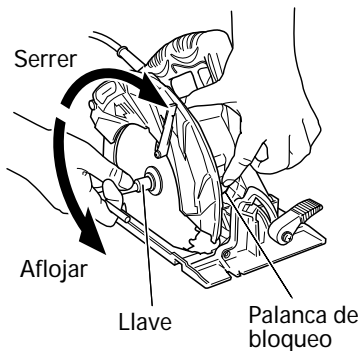

Fig. 15
- (1) Ajuste el volumen de corte al máximo, y coloque la sierra circular como se muestra en la Fig.15.